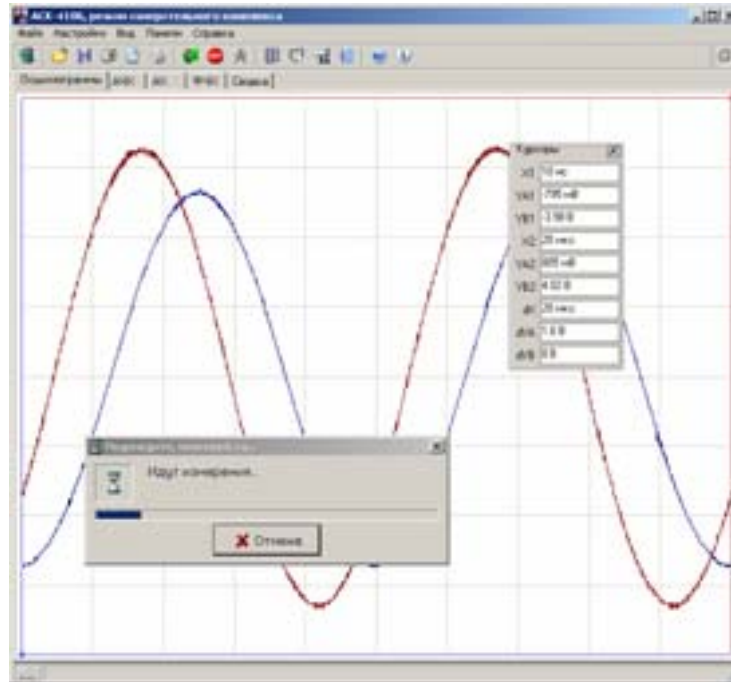

Рис.9
2.3.1. Для того чтобы произвести измерения нажмите кнопку  (на главной панели режима измерительного комплекса) после этого начнется процесс измерения (ПРОЦЕСС ИЗМЕРЕНИЯ МОЖЕТ ЗАНЯТЬ НЕКОТОРОЕ ВРЕМЯ) (см. рис. 9)